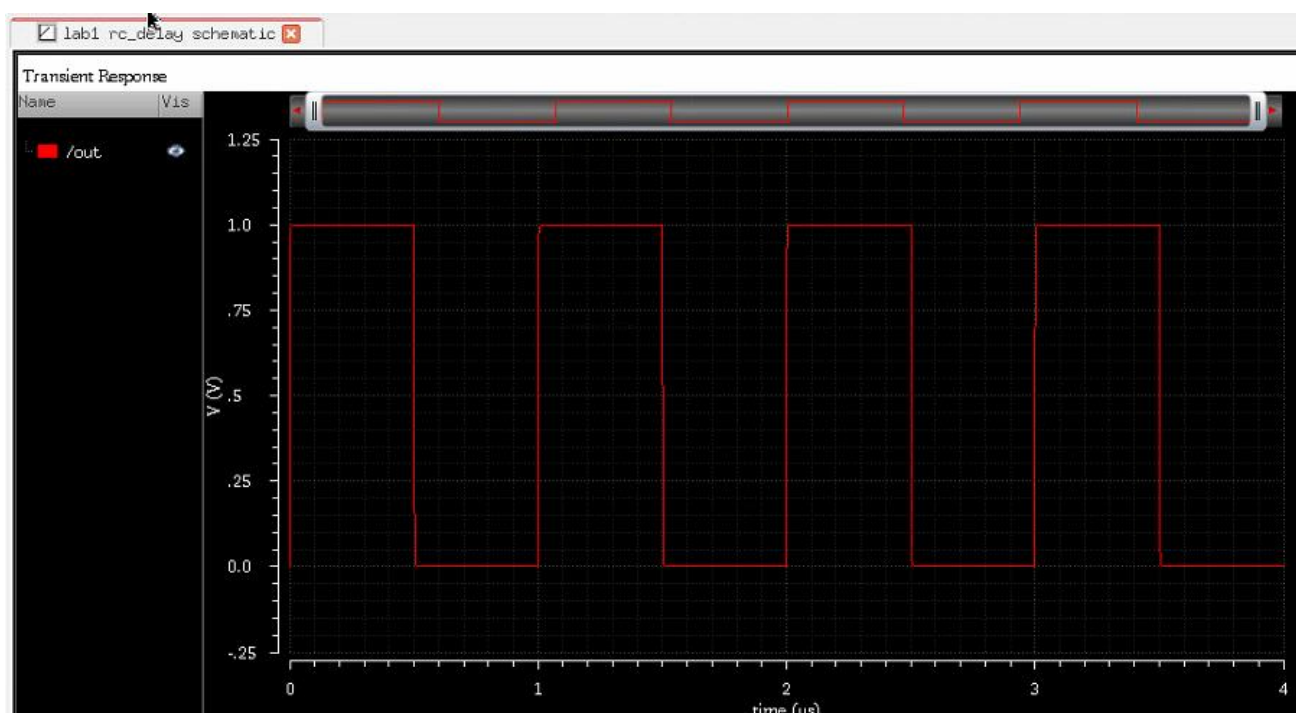

Рисунок 1.16 – Временная диаграмма
19. Оценить время перехода сигнала (рисунок 1.16) из 10% в 90% от амплитуды входного сигнала (1 V). Для этого можно использовать функцию маркер (клавиша “m” в окне графика, клавиша “d” для определения разности между выбранным маркером и некоторой точкой на графике). Также доступны вертикальные и горизонтальные маркеры (клавиши “v” и “h” соответственно).